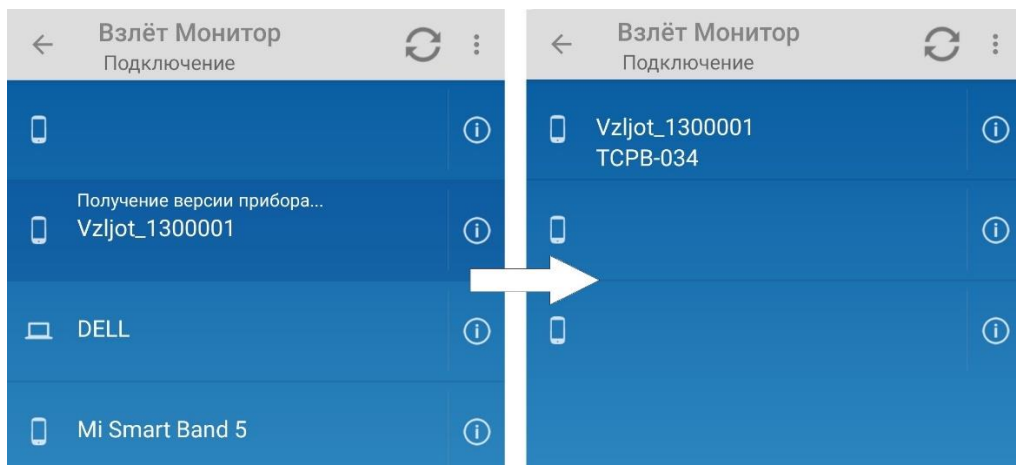

Рис.22. Установление связи с прибором.
3.3.5. Для установления связи с прибором коснитесь строки с найденным адаптером, **Vzljot_1300001**, после чего начнется соединение с прибором. В качестве примера выбрано описание настроек связи с тепловычислителем «ВЗЛЕТ TCPB-034» (рис.22).